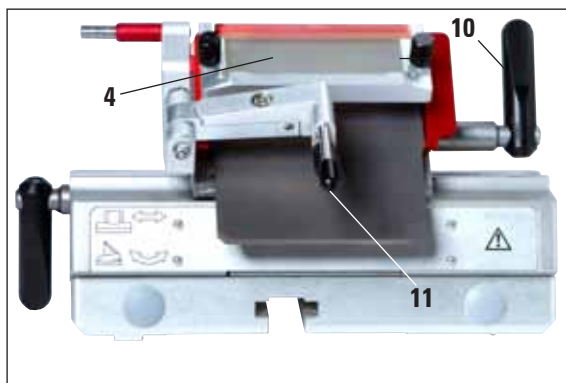

Fig. 4
4. Spenn klemhåndtaket (10) ved å vri det med klokken (se fig. 4).
5. Vipp stabiliseringssystemet (4) bakover og til høyre (mot bladet) ved hjelp av spaken (11).